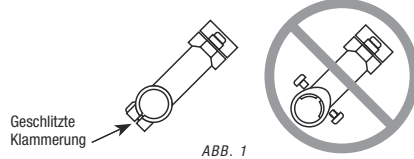

ABB. 1
- Überprüfen Sie den Vorbau an der Gabelschaftklemmung sorgfältig auf Grate oder scharfe Kanten hin. Entfernen Sie Grate und scharfe Kanten mit Schmirgelpapier. Es ist empfehlenswert, dass Sie nur einen Vorbau mit hinterer Schlitzklemme verwenden. Verwenden Sie keine Quetsch- oder Keilklemmvorbauten (siehe Abb. 1).